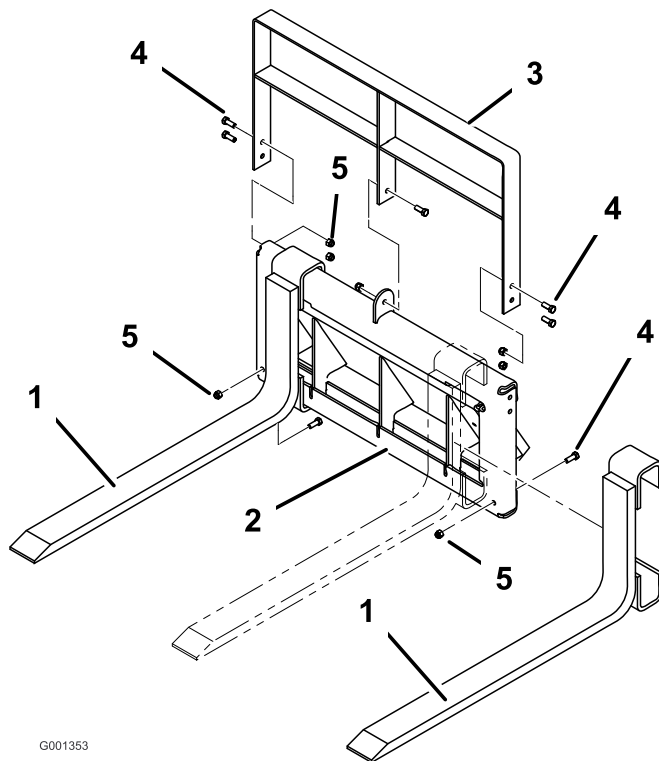

Figura 3
1. Instale las horquillas sobre el bastidor según se muestra en Figura 3, y sujete cada horquilla con un perno ($\frac{3}{8}$ " x 1") y una contratuercas ($\frac{3}{8}$ ").
2. Instale el bastidor superior encima del conjunto según se muestra en la Figura 3, y sujete el bastidor superior usando 5 pernos ($\frac{3}{8}$ " x 1") y 5 contratuercas ($\frac{3}{8}$ ").